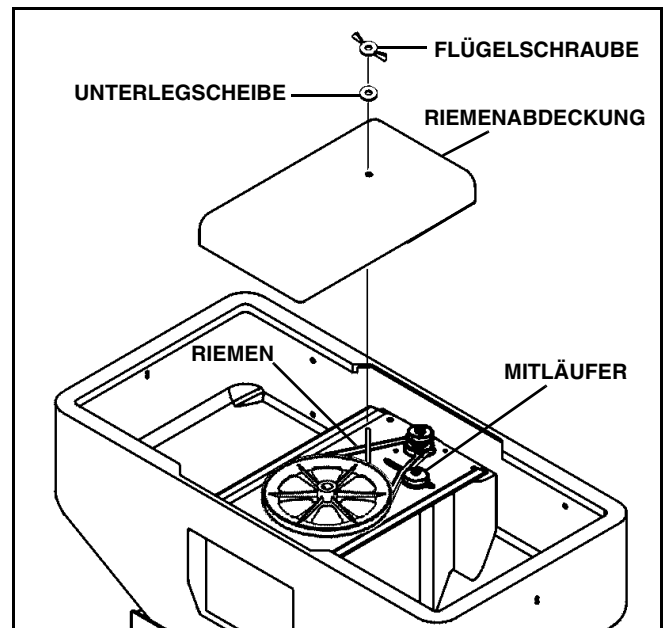

Abb. 1-1
5. Die Flügelsschraube und die die Riemenabdeckung an der Querstrebe haltende Unterlegscheibe lösen. (Siehe Abb. 1-1)